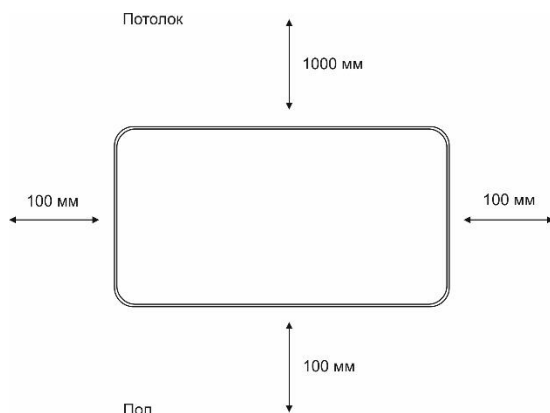

Рис. 3 Минимальное расстояние до посторонних предметов при настенной установке
1. Определите место установки прибора с соблюдением минимальных расстояний до посторонних предметов, потолка и пола. **(Рис.3)**.